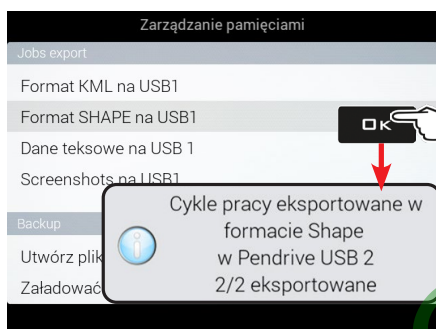

Fig. 288
- Wybrać pozycję **Format SHAPE na USB 1** (Fig. 288) i nacisnąć **OK**.